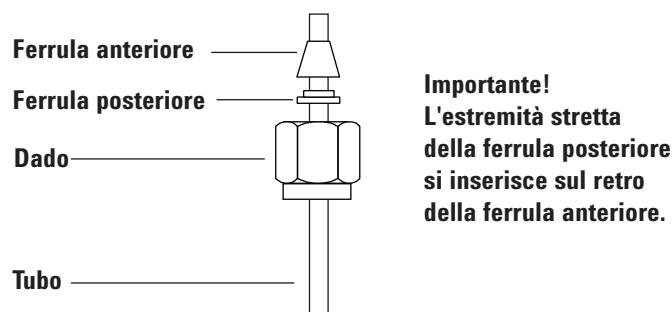

Figura 16. Dadi e ferrule Swagelok
- 1 Inserire un dado Swagelok, una ferrula posteriore e una anteriore sui tubi come rappresentato in **Figura 16**.